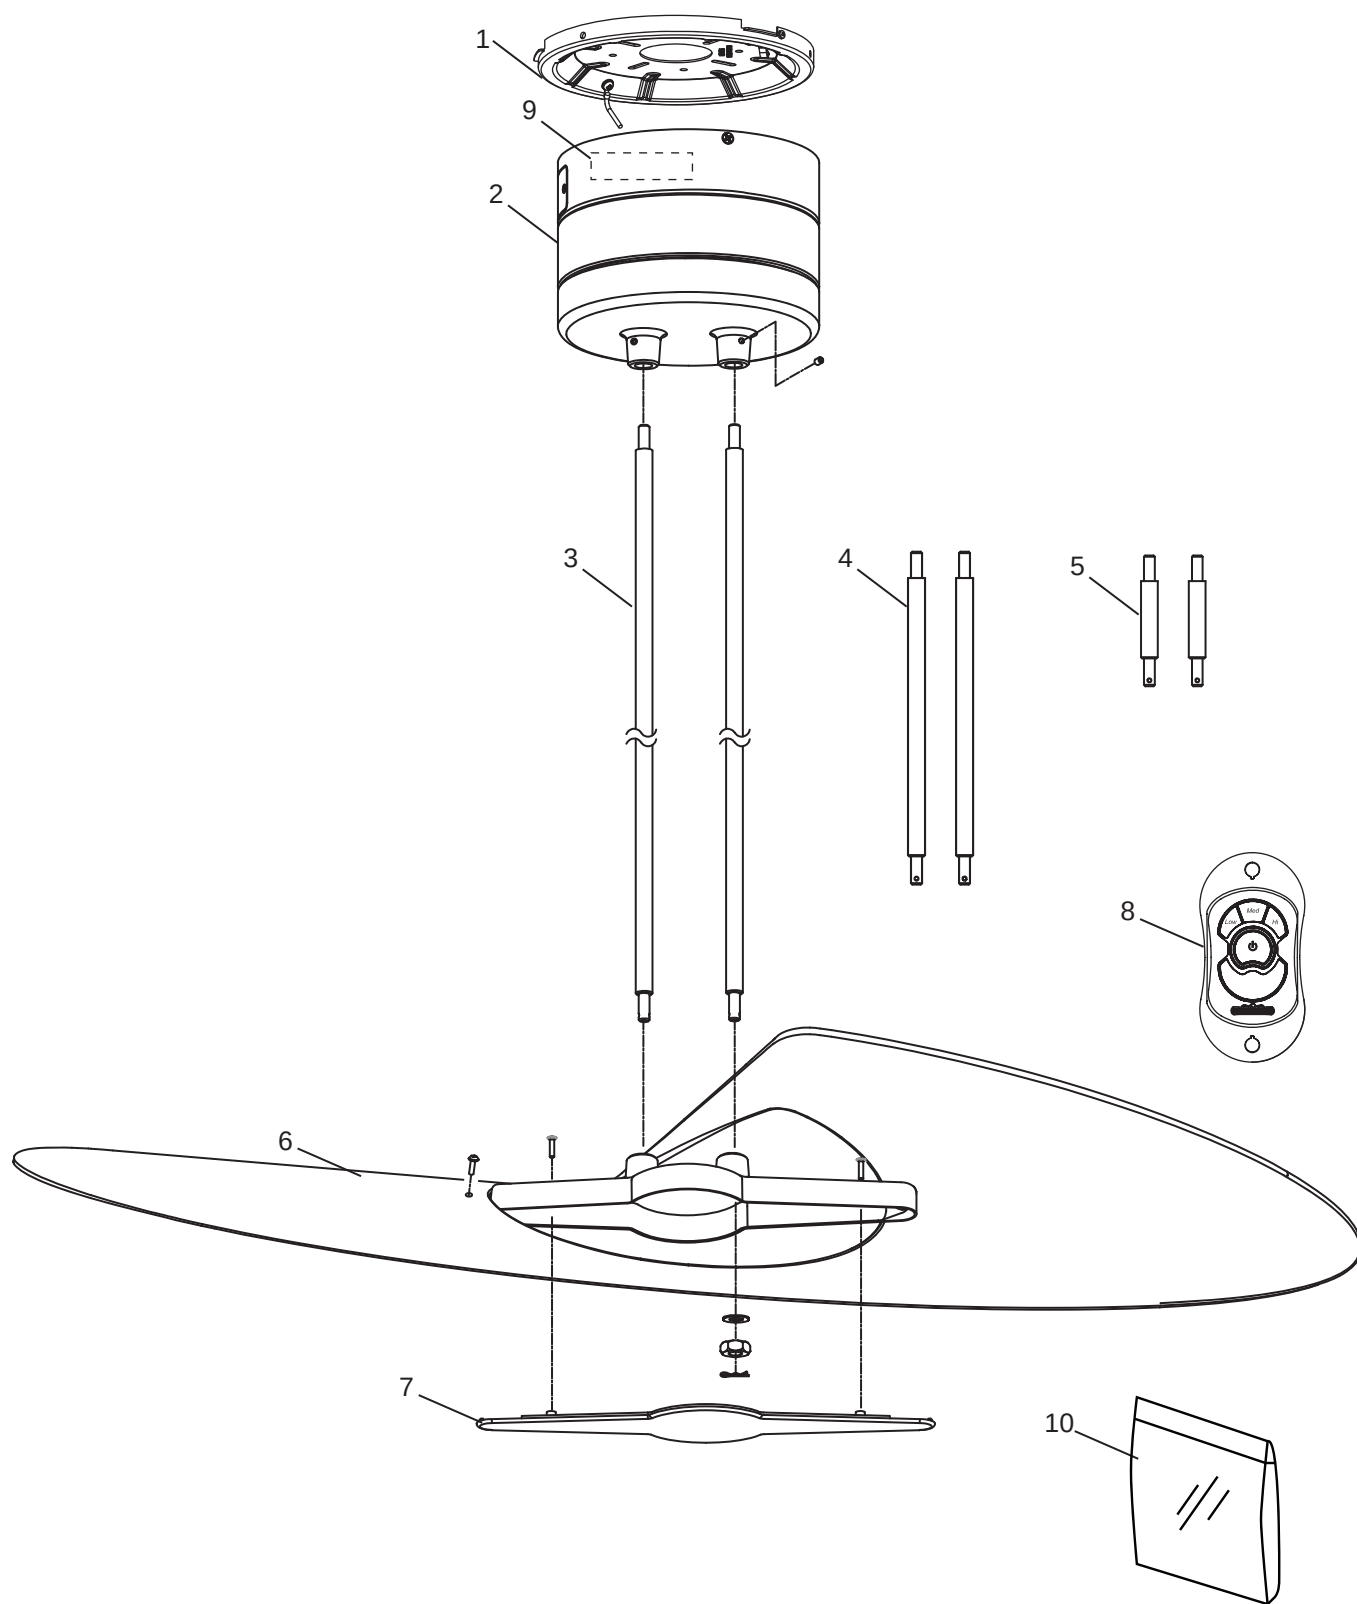

Figura 1
1. Retire los dos tornillos colocados en la plaza del interruptor de la pared. (Figura 1)
1. Taladre dos orificios de 1/4" en la pared y utilice los tacos de plástico M6 para colocarlos en dichos orificios. Instale el soporte de control con los tornillos autorroscantes #3- 1". Empuje los cuatro tapones de plástico para cubrir los orificios de los tornillos. (Incluidos con el mando). (Figura 1).